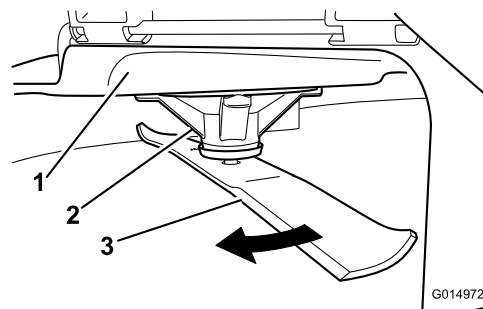

Figura 75
2. Llevando guantes fuertemente acolchados u otro tipo de protección apropiada para las manos, gire la cuchilla lentamente hasta una posición que permita medir la distancia entre el filo de corte y la superficie nivelada en la que descansa la máquina (Figura 75).